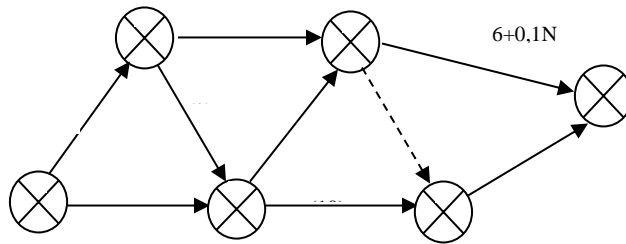

Рис.7.1. Сетевой график выполнения комплекса проектных работ.
2. На перерабатывающем комбинате необходимо выполнить комплекс проектных работ, последовательность которых изображена на сетевом графике (рис. 7.1).